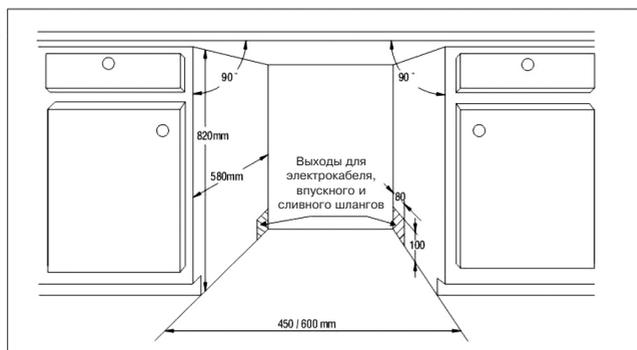

Рис. 1. Размеры и общий вид ниши для установки машины (все размеры в мм).
1. Определите место, удобное для обеспечения подвода и стока воды для того, чтобы произвести установку впускного и сливного шлангов (Рис. 1).